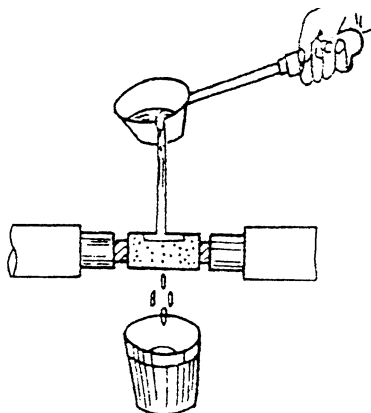

图 2.17 导线浇锡焊接
(1) 浇锡焊接。浇锡焊接用于横截面积为 $16\sim 70\text{mm}^2$ 的铜导线接头的焊接。方法是把锡放入锡锅内加热熔化,将连接好的导线接头处打磨干净,涂上助焊剂,放在锡锅正上方,用钢勺盛上熔化的锡,从接头上面浇下,如图2.17所示。
(2) 蘸锡焊接。蘸锡焊接用于横截面积为 $2.5\sim 16\text{mm}^2$ 的铜导线接头焊接,蘸锡焊法是把锡放入锡锅内加热熔化,将接头处打磨干净,涂上助焊剂后,放入锡锅中蘸锡,待